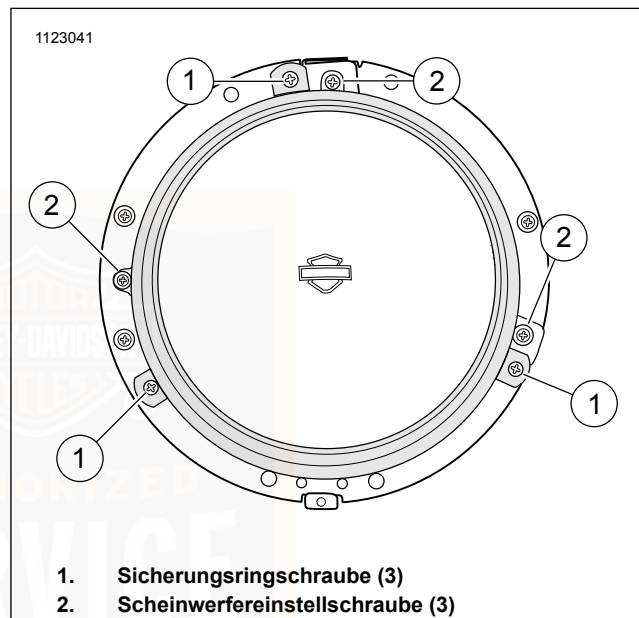

Abbildung 93. Scheinwerfer-Sicherungsring
3. Siehe Abbildung 93. Die Schrauben (1) entfernen, mit denen der Sicherungsring befestigt ist.
2. Siehe Abbildung 93. Scheinwerferbaugruppe mit Sicherungsring und Schrauben (1) befestigen. Festziehen.